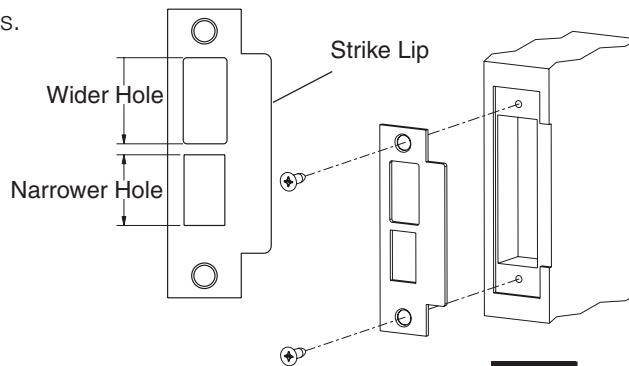

Figure 14
**STRIKE MUST BE ORIENTED WITH NARROWER HOLE ON LOWER HALF OF STRIKE AND STRIKE LIP TOWARDS PULL SIDE OF DOOR. (FIGURE 14)**